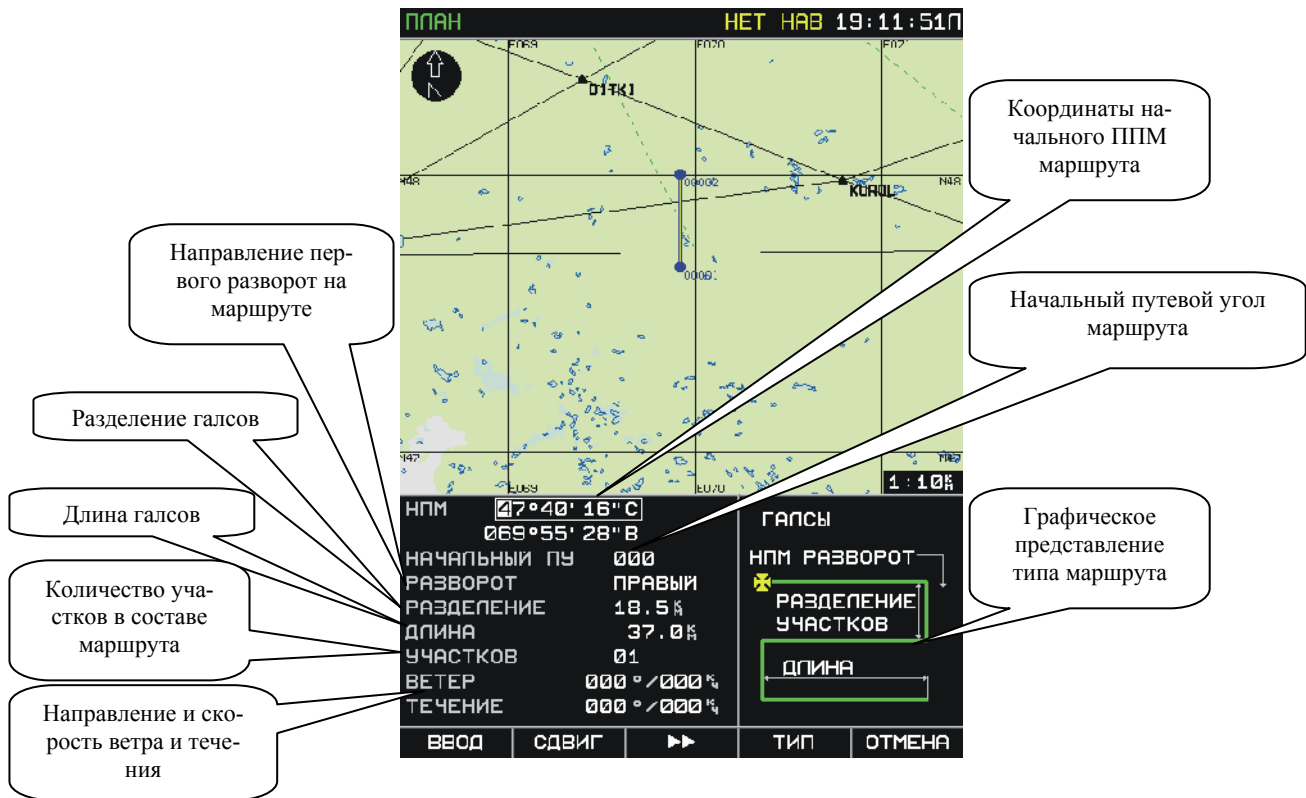

Рис. 129. Подготовка данных для формирования поисково-спасательного плана полета типа ГАЛСЫ
6. На дисплее будет отображена страница подготовки данных для автоматического формирования поисково-спасательного плана полета (Рис. 129). При выборе функции СПМ на дисплей выводится данные для подготовки маршрута типа ГАЛСЫ. В правой части поля полетной информации выводится графическое представление типа маршрут, в левой - поля для ввода параметров.
Для маршрута типа «ГАЛСЫ» (Рис. 129) задаются следующие параметры: